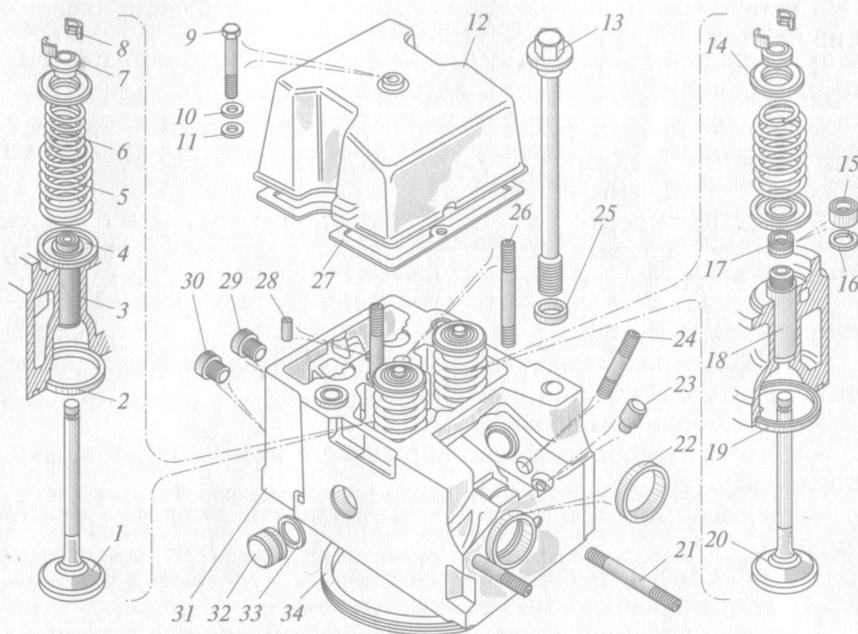

Рис. 1.4. Разобранная головка цилиндра с клапанами:
10. Разобрать **ГРМ двигателя КамАЗ-740** (для предварительного изучения ГРМ использовать рис. 1.4):